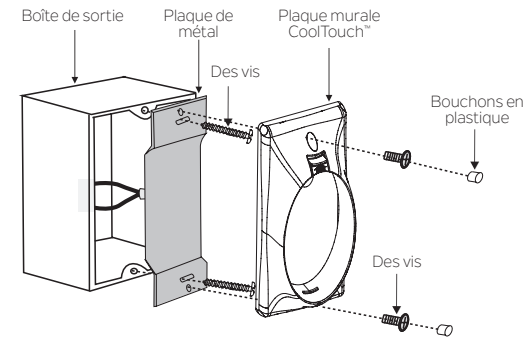

Fig. 26
**Étape 2.** Installez la plaque métallique et la plaque murale CoolTouch™ sur la prise murale existante à l'aide des 4 vis fournies. Placez ensuite les deux bouchons en plastique dans la plaque murale. (Fig. 26)